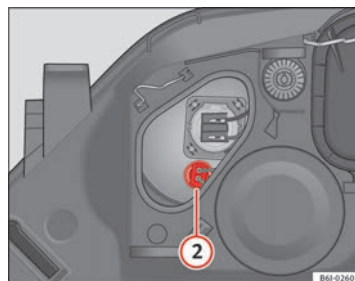

Fig. 162 Luci di posizione
- Estrarre il connettore ⇒ fig. 162 ② tirando verso l'esterno.